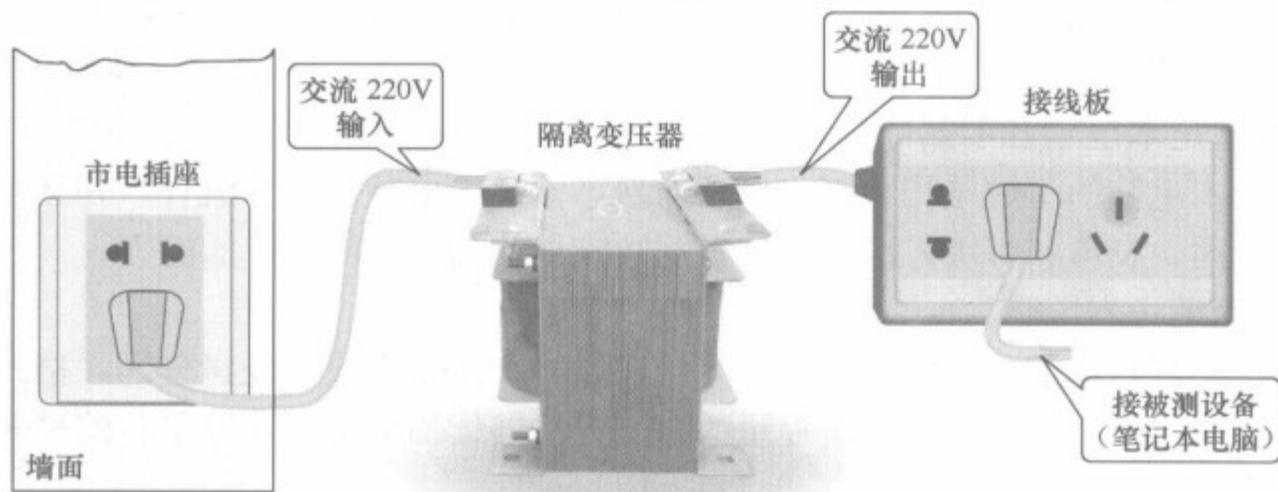

图 1-5 隔离变压器的使用
① 如图 1-5 所示，在对笔记本电脑的电路板进行检修的过程中，为确保人身和设备的安全，最好使用 1:1 的隔离变压器，即将隔离变压器的一端接市电，另一端可连接一个接线板。这时被测的笔记本电脑就可以使用接线板上的插座。